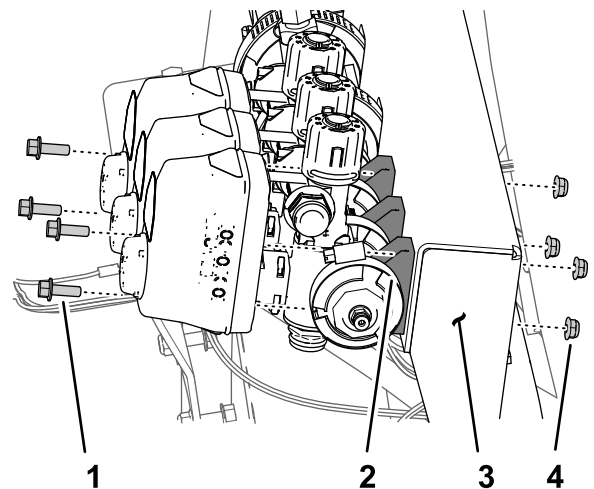

图66
1. 拧下将左喷洒臂段阀固定至歧管安装架的 2 个凸缘头螺栓 1/4 x 3/4 英寸和 2 个锁紧螺母 1/4 英寸 图66。
2. 拧下将右喷洒臂段阀固定至歧管安装架的 2 个凸缘头螺栓 1/4 x 3/4 英寸和 2 个锁紧螺母 1/4 英寸 图66。
3. 拧下将左喷洒段阀的法兰固定至适配器的法兰夹具 4064mm 和垫片 25 x 35mm 图66。